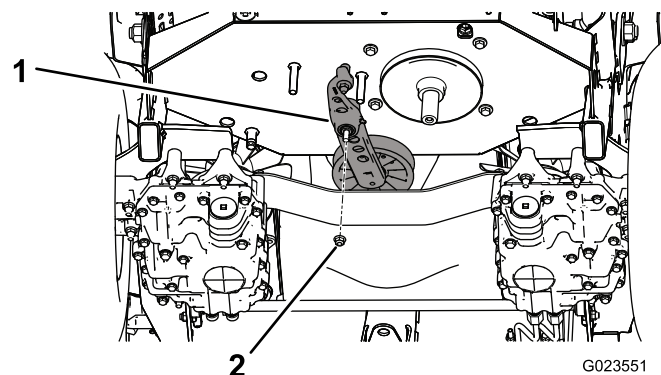

Figura 57
5. Retire la tuerca que sujeta el conjunto tensor al bastidor (Figura 57).